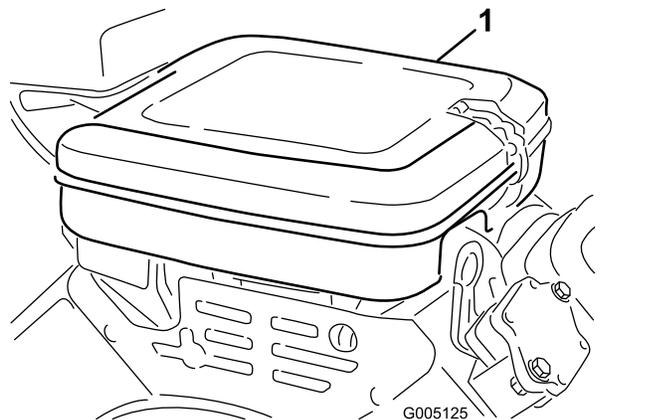

Figura 44
1. Rilasciate i fermagli di bloccaggio e rimuovete il coperchio del filtro dell'aria (Figura 44). Pulite accuratamente il coperchio.